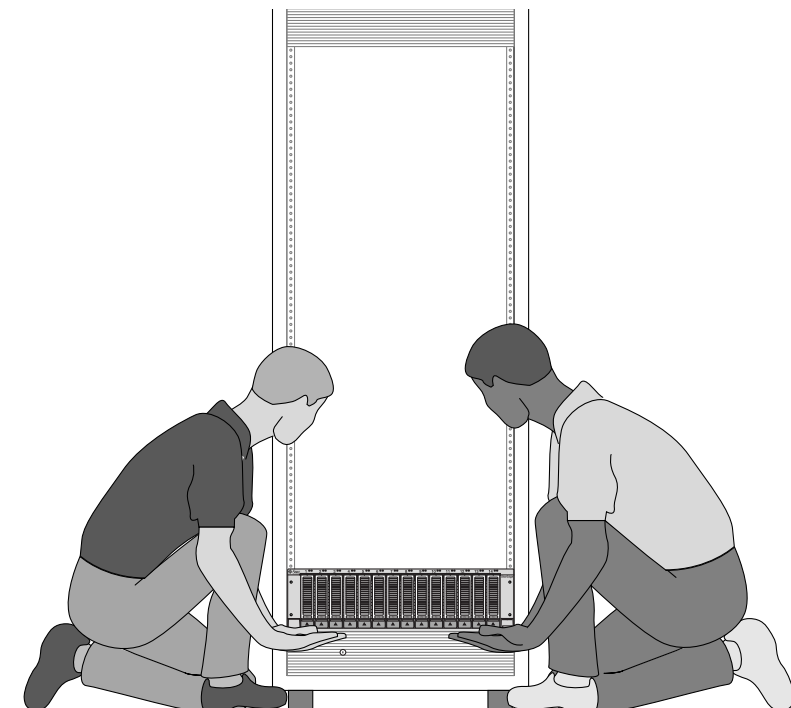

図 2-9 格納装置のキャビネットへの配置
2. 2人で作業を行います。格納装置の両側に1人ずつ立ち、格納装置を慎重に持ち上げて、左右のレールの下部の棚になった部分に載せます (図 2-9)。